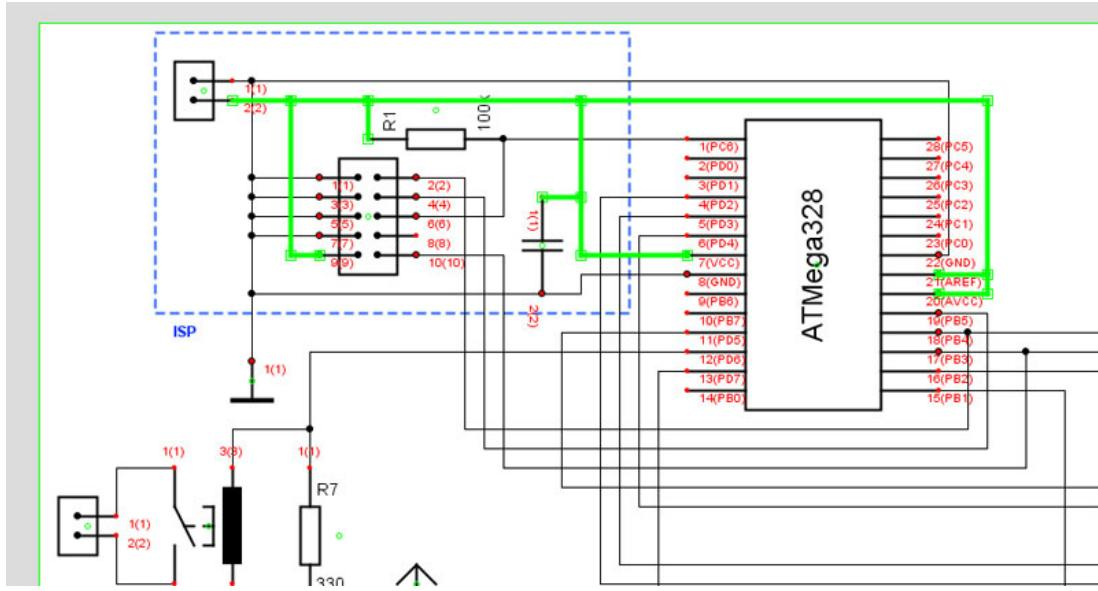
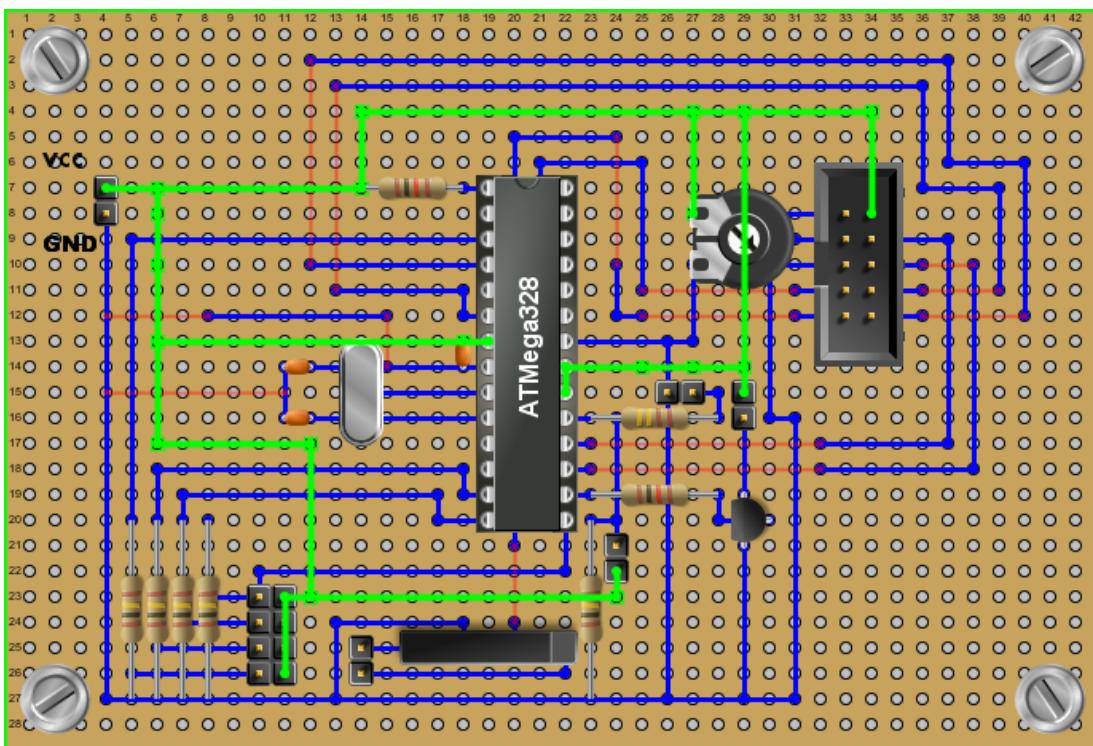

Abbildung 2.10: Durchgangsprüfer im Schaltplan
Abbildung 2.11: Durchgangsprüfer auf Lochraster
**Wichtig :** Der Durchgangsprüfer funktioniert derzeit nur mit Lochrasterplatten (Abb.2.11) und Schaltplänen (Abb.2.10) Streifenraster-, oder benutzerdefinierte Platinen sind nicht prüfbar!